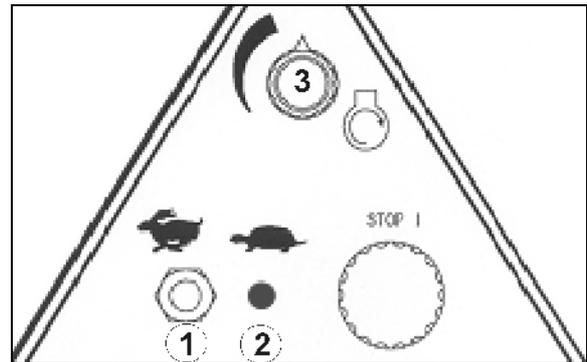

Рис. 31
- Нажмите переключатель (Рис. 31/1)
- Горит контрольный светодиод (Рис. 31/2) для полевых работ (черепаха) (медленно → от 0 до 17 км/час).
- Настройте частоту вращения двигателя посредством вращающейся ручки (Рис. 31/3):
- Контрольный светодиод (Рис. 31/2) не горит.